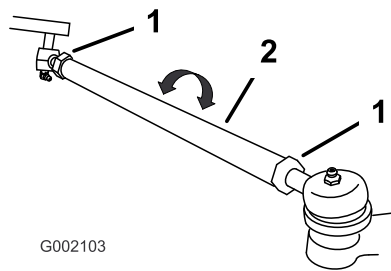

Figura 40
4. Si la medida es mayor de 0–6 mm, afloje las contratuercas en ambos extremos de las bielas (Figura 40).